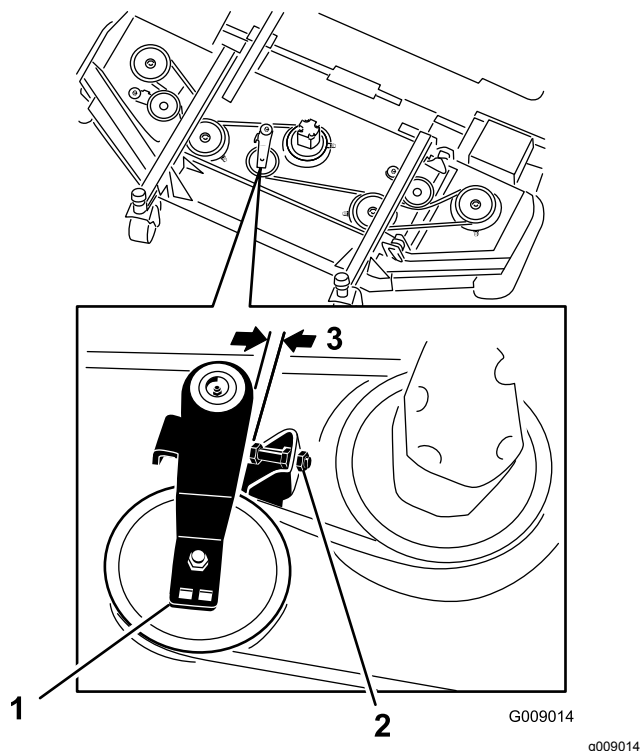

Figure 114
3. Sur le plateau avant central, desserrez les écrous de blocage sur la vis d'arrêt de la poulie de tension et vissez la vis d'arrêt dans le support (Figure 114).
4. À l'aide d'une clé à cliquet ou d'un outil similaire, éloignez chaque poulie de tension de plateau latéral de la courroie d'entraînement pour détendre cette dernière et pouvoir la déchausser de la poulie (Figure 114).